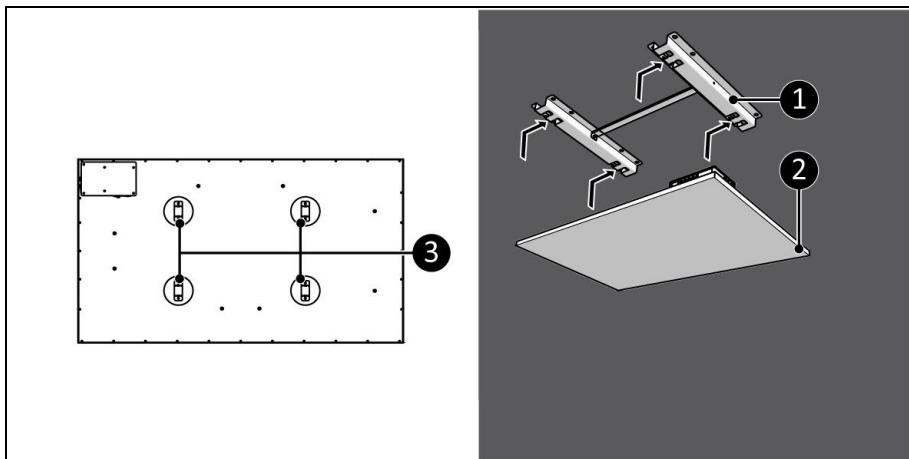

Figur 12
2. Placera enheten med ett minsta avstånd (figur 12) på: